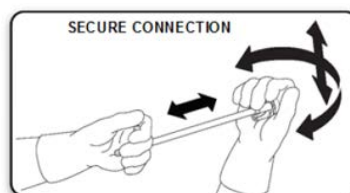

図.9
- (3) 図9のように、アダプターを把持しながらデバイスを多方向に引っ張って、アダプターに完全に接続されていることを確認する。